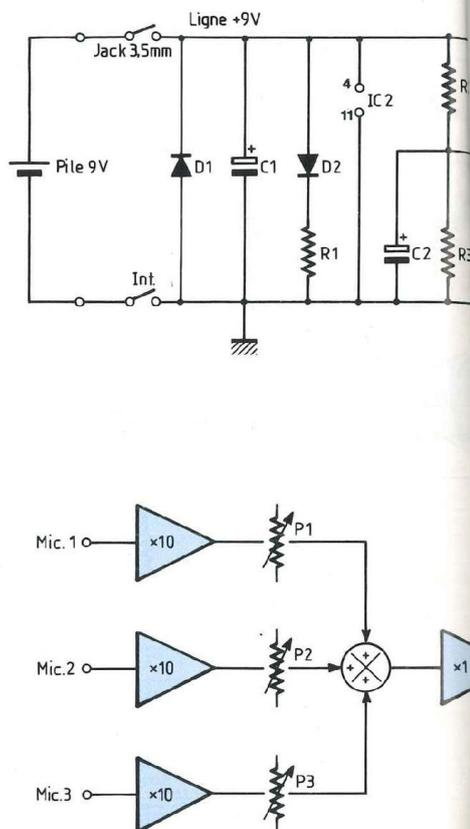

Fig. 1 : Organisation fonctionnelle.
**L**e montage du jour est un module de mixage comportant trois entrées monophoniques, comme l'indique le schéma fonctionnel de la figure 1. Il est destiné principalement à des sources de niveau intermédiaire (microphones électret, capteurs de guitares...), voire de haut niveau (synthétiseurs, expandeurs). La sortie monophonique également, est destinée à une entrée de niveau "ligne" (entrée